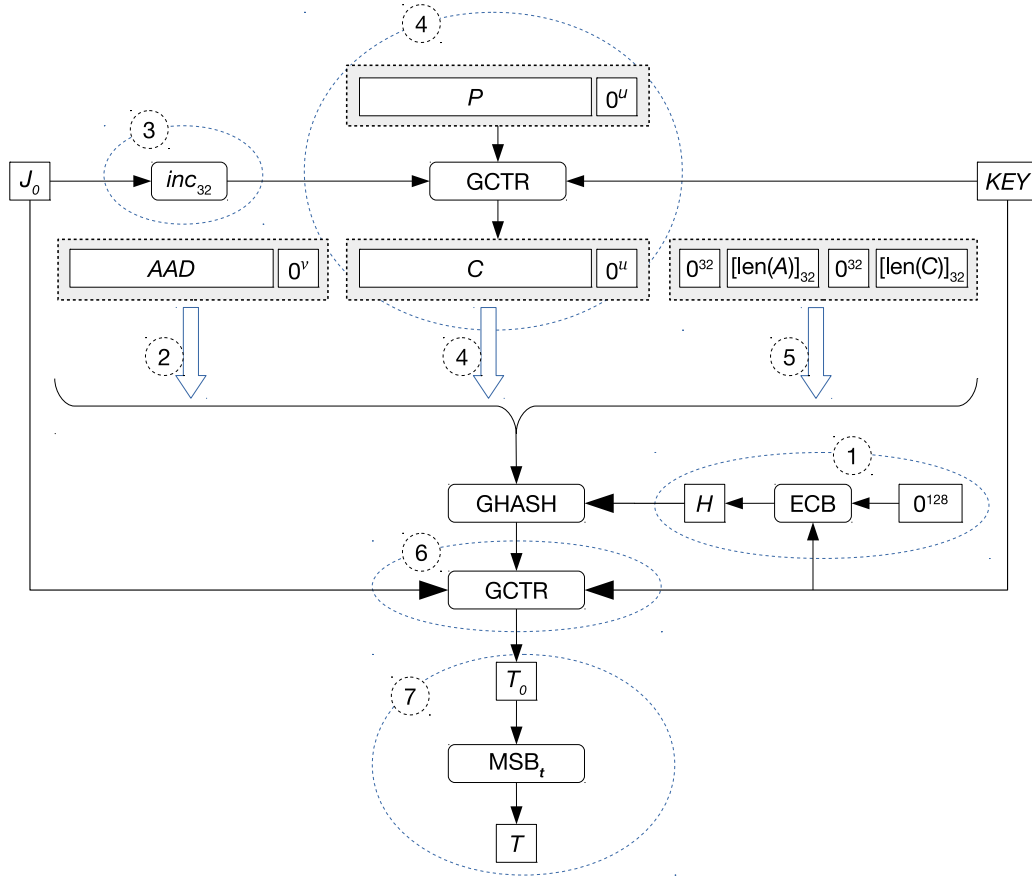

图 13-1. GCM 加密操作流程图
ESP32-S2 中 AES 加速器直接支持 GCM 算法（更多信息，请见 NIST SP 800-38D 标准）。值得注意的是，考虑到实际使用中很少会使用长度超过 $2^{32} - 1$ 比特的 AAD 、 C 和 P ，我们在算法中将 AAD 、 C 和 P 的长度限制在 $2^{32} - 1$ 比特之内。图 13-1 显示了 ESP32-S2 内置 AES 加速器实现 GCM 加密算法的流程。
GCM 解密运算与 GCM 加密运算基本相同，仅有一处差别：在图 13-1 中的步骤 4 中，使用 GCTR 算法对封装后的密文做解密运算，得出明文。此处不再赘述。
在 GCM 操作中，哈希子密钥 (H) 是一个 128-bit 的值，由硬件计算求出，即图 13-1 中的步骤 1，对应 NIST SP 800-38D 标准中“7 GCM Specification”中的“Step 1. Let $H = \text{CIPH}_K(0^{128})$ ”描述。
在 GCM 操作中， J_0 是一个 128-bit 的值，由软件计算求出，将参与到图 13-1 中的步骤 3 和步骤 6 的计算中。具体的计算方式在 NIST SP 800-38D 标准中的“7 GCM Specification”章节部分有明确定义。请参阅 NIST SP 800-38D 获取更多算法标准的相关信息。
认证标签 (Authenticated Tag，简称为 Tag) 是 GCM 计算的最终结果之一，由软件完成计算，对应图 13-1 中的步骤 7，具体取值由长度参数 t ($1 \leq t \leq 128$) 决定：